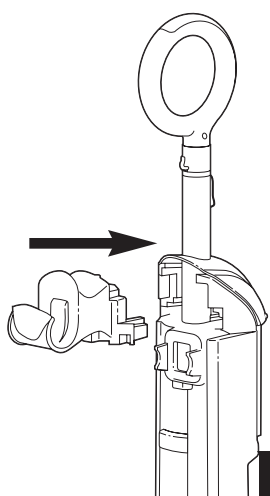

FIG. 3
- Step 2:** Slide the carry handle into place as pictured; secure with 2 screws provided (FIG. 3).
Étape 2 : Glissez la poignée de transport en place de la façon illustrée ; assujettir avec les 2 vis fournies (FIG. 3).
Paso 2: Deslice la manija de transporte a su sitio como se ilustra y fjela con los 2 tornillos provistos (FIG. 3).